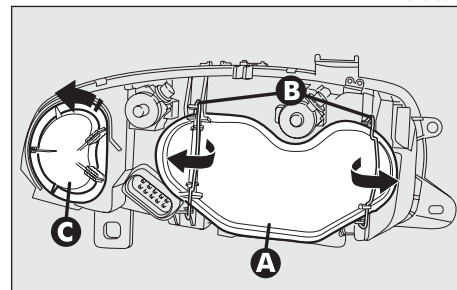

fig. 25b
- (A) Phares antibrouillard
- (B) Feux de croisement
- (C) Feux de position
- (D) Feux de route
Pour remplacer les ampoules des feux de position, de croisement et de route, il est nécessaire d'enlever le couvercle (A-fig. 25b) en décrochant leurs dispositifs de retenue (B).